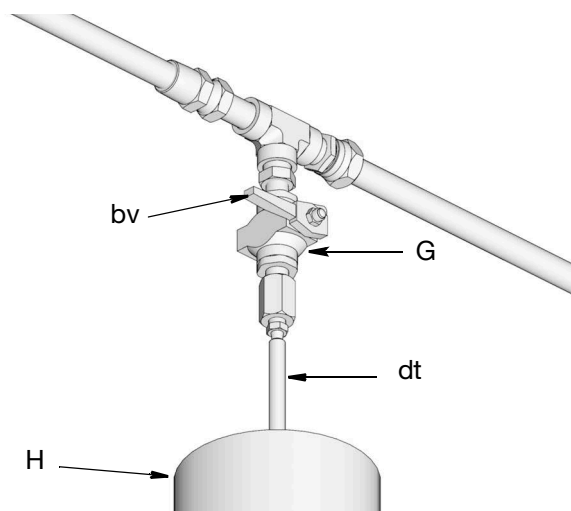

Рис. 19: Показана установка на линии
- Для сброса давления в линии между насосом заполнения (F) и устройством защиты от переполнения (B) откройте шаровой кран (bv) (Рис. 19). Давление стравливается, а избыток жидкости отводится через дренажную трубку (dt) в емкость для сбора смазочных материалов (H).